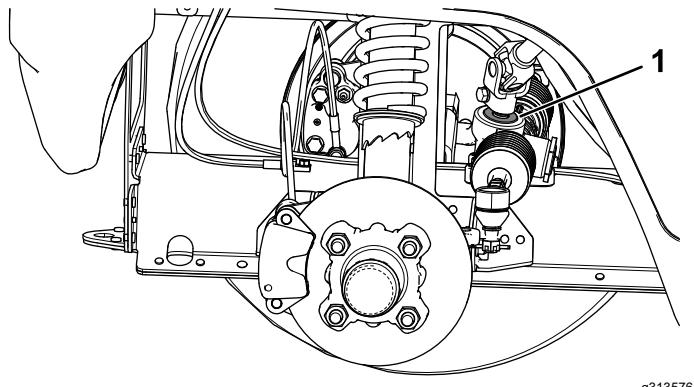

Рисунок 44
- Внимание:** Проверьте состояние и надежность уплотнения вала ведущей шестерни (Рисунок 44).